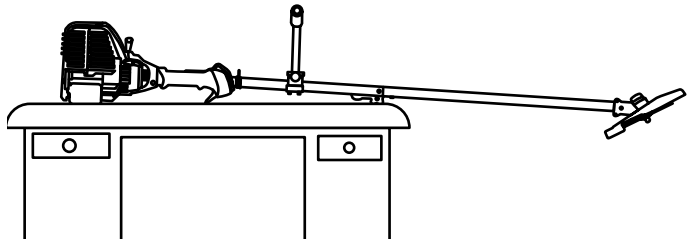

Fig. 26
- Coloque el motor sobre una superficie plana y nivelada, con el protector de la cabeza de corte colgando de un banco o mesa de trabajo para obtener una lectura adecuada del nivel de aceite (Fig. 26).